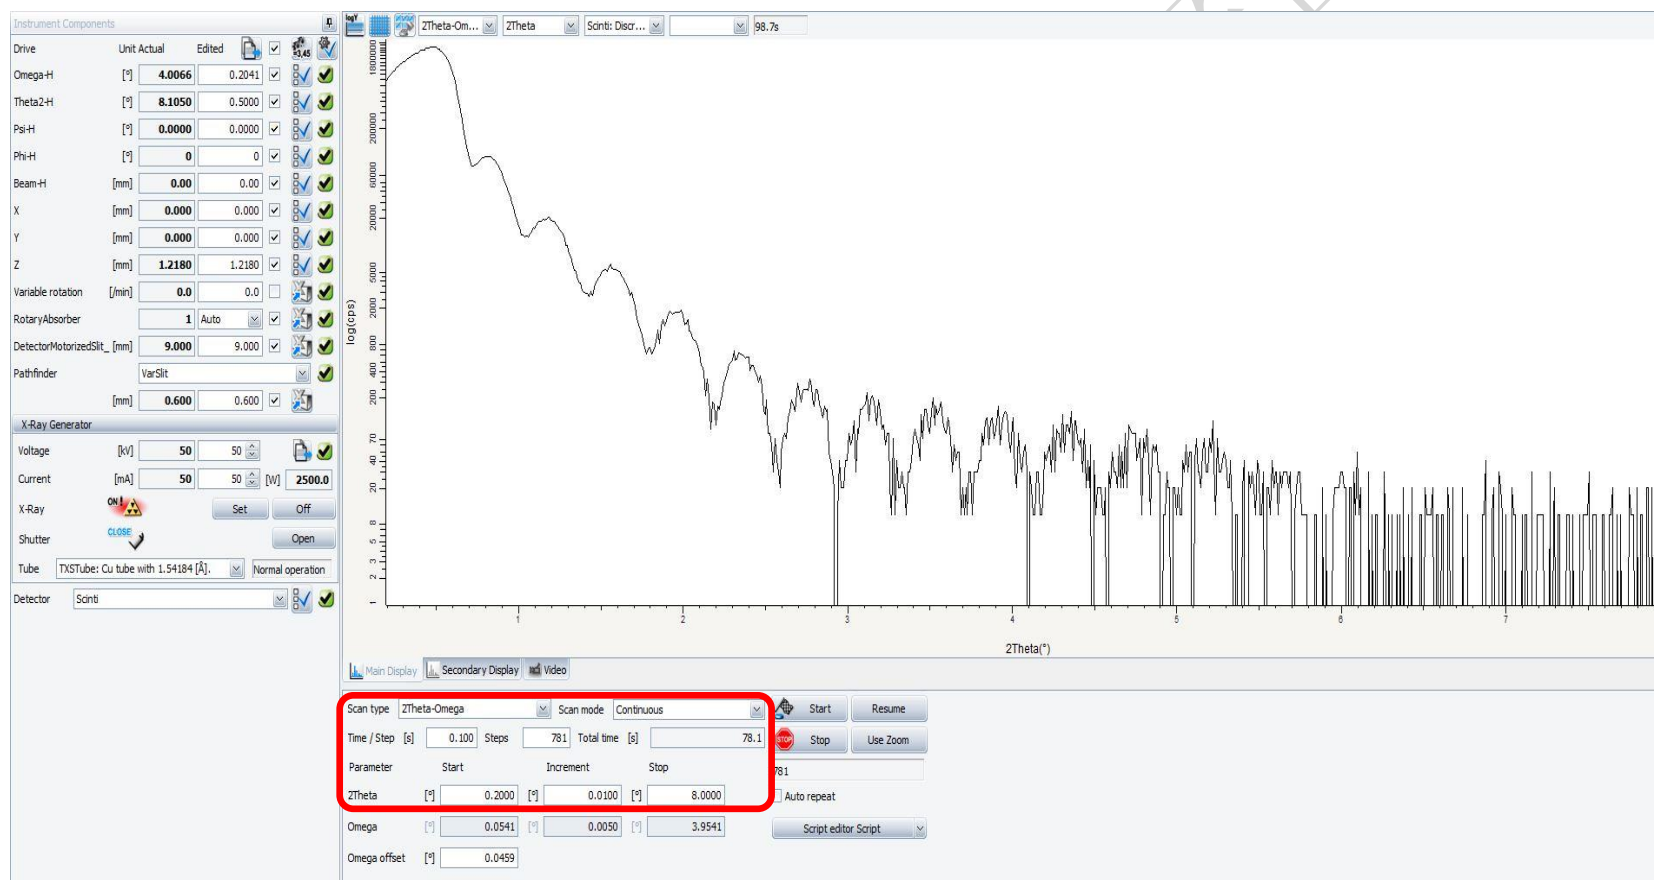

图 6-26 薄膜的 XRR 扫描
6.11.4 XRR 扫描: 扫描参数: Scan type: 2θ -Omega, Scan range: $0.2 \sim 8.0^\circ$, Step size: $0.01^\circ/\text{step}$, Time/Step: $0.1\text{s}/\text{step}$ (图 6-26)。